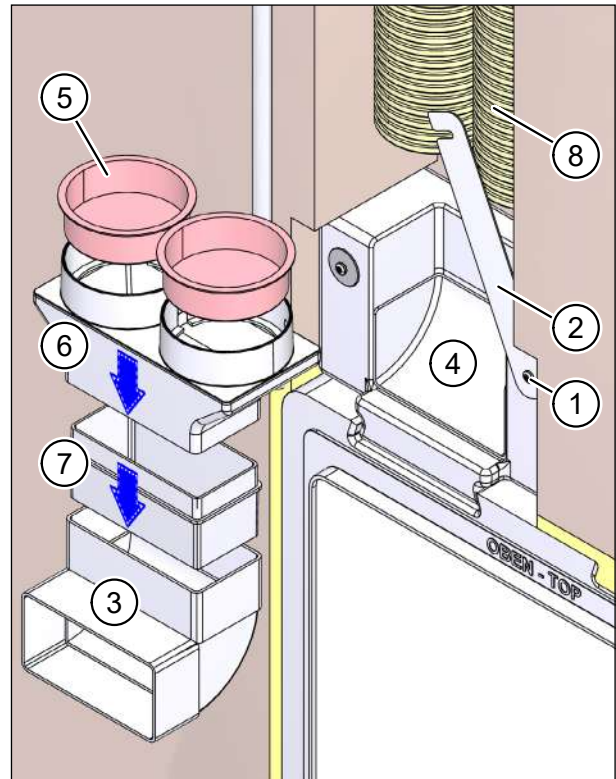

Abb. 27: Flexrohr-Verbindungsstücke zusammensetzen und Flexrohre ablängen
- ▶ Lockern Sie die beiden Kreuzschlitzschrauben (Pos. 1 in Abb. 27) und klappen Sie den Riegel (Pos. 2 in Abb. 27) nach oben.
- ▶ Nehmen Sie den Flachkanal-Winkel (Pos. 3 in Abb. 27) aus dem Kanalanschlussadapter (Pos. 4 in Abb. 27).
- ▶ Entfernen Sie die roten Schutzdeckel (Pos. 5 in Abb. 27) auf dem Flexrohradapter (Pos. 6 in Abb. 27) M-WRG-FRA75 (Art.-Nr. 5056-00/75).
- ▶ Setzen Sie den Formstückadapter M-WRG-FSA lang, Art.-Nr. 5375-00 (Pos. 7 in Abb. 27), in den Flachkanal-Winkel (Pos. 3 in Abb. 27) ein.
Achten Sie darauf, dass Sie den Formstückadapter so einsetzen, dass die kurze Seite nach oben zeigt (siehe Pos. 7 in Abb. 27).
- ▶ Setzen Sie den Flexrohradapter (Pos. 6 in Abb. 27) auf den Formstückadapter (Pos. 7 in Abb. 27) auf und dichten Sie die Verbindungsstelle mit einer Lage Dichtband von 30 mm Breite ab.
- ▶ Setzen Sie die zusammengesetzten Flexrohr-Verbindungsstücke (Pos. 3, 6 und 7 in Abb. 27) probeweise in den Kanalanschlussadapter (Pos. 4 in Abb. 27) ein.
- ▶ Kürzen Sie die Flexrohre (Pos. 8 in Abb. 27) so weit, dass sich diese in den Flexrohradapter (Pos. 6 in Abb. 27) einsetzen lassen.